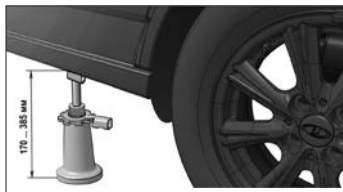

Рис. 3. Положение домкрата при замене колеса
- установите домкрат (рис. 3) в ближайшее к заменяемому колесу обозначенное место, затем заведите домкрат под автомобиль в горизонтальном положении, подведите опорную площадку держателя к ребру порога так, чтобы ребро попало в выемку углового фиксатора домкрата, и выровняйте домкрат вертикально. При этом необходимо избегать наклонного положения домкрата в плоскости вдоль автомобиля;
– установите домкрат (рис. 3) в ближайшее к заменяемому колесу обозначенное место, затем заведите домкрат под автомобиль в горизонтальном положении, подведите опорную площадку держателя к ребру порога так, чтобы ребро попало в выемку углового